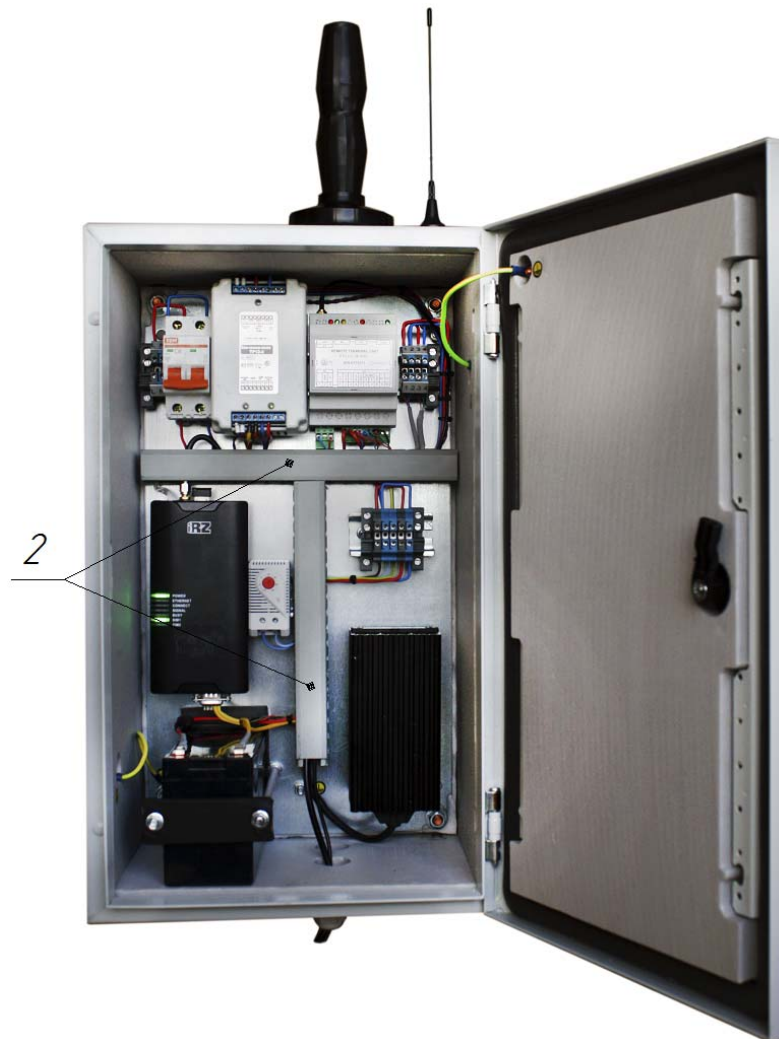

Рисунок 4.3
2. Проложить кабель через кабель каналы – 2 (Рисунок 4.3).